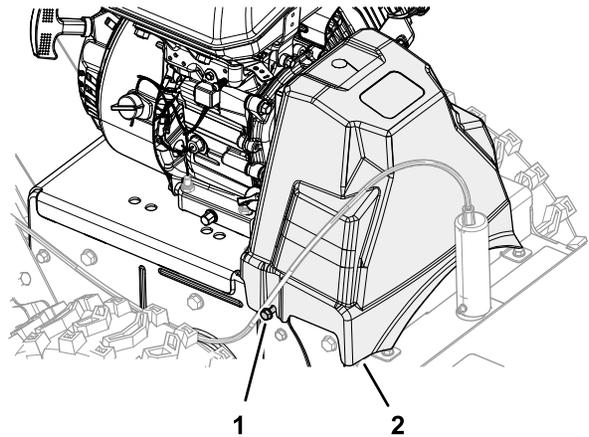

Figura 43
1. Alinee las ranuras de la cubierta de las correas con los 2 tornillos con arandela prensada (Figura 43).
2. Monte la cubierta de las correas en la máquina (Figura 43).